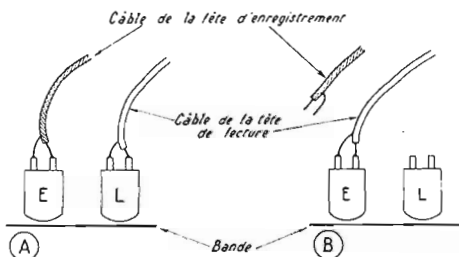

FIG. 5. — En A le montage d'origine. En B la tête d'enregistrement utilisée en tête de lecture.
- Souder à la tête d'enregistrement les fils de la tête de lecture (Fig. 5) ;